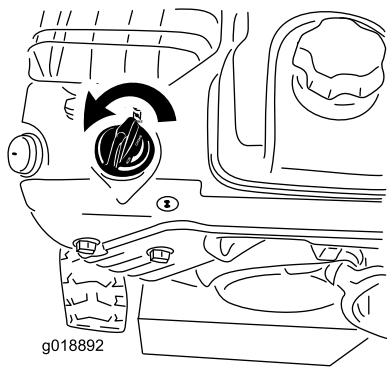

Figura24
5. Rotiți maneta de șoc în poziția de șoc (Figura24).